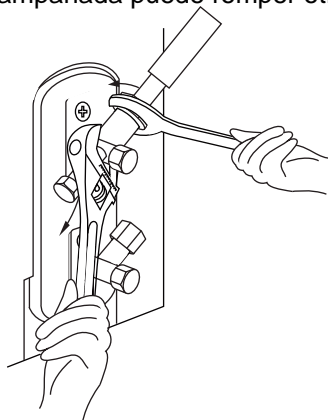

Fig. 6.9
1. Desenrosque la tapa de la válvula de empaque en el lado de la unidad exterior. (Véase Fig. 6.9)